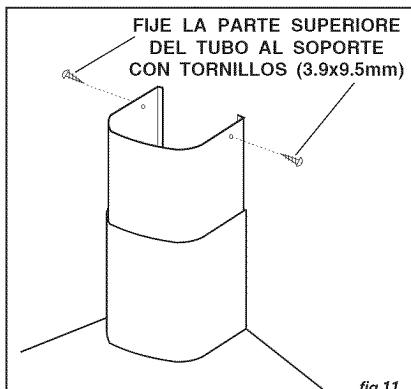

fig.11
- Levante la salida de humos superior hasta que sus orificios se alineen con los orificios del soporte de montaje de la salida de humos (situado en el techo). Fig.11
- Asegure la salida de humos con (2) tornillos de montaje (3.9x9.5mm). Fig.11